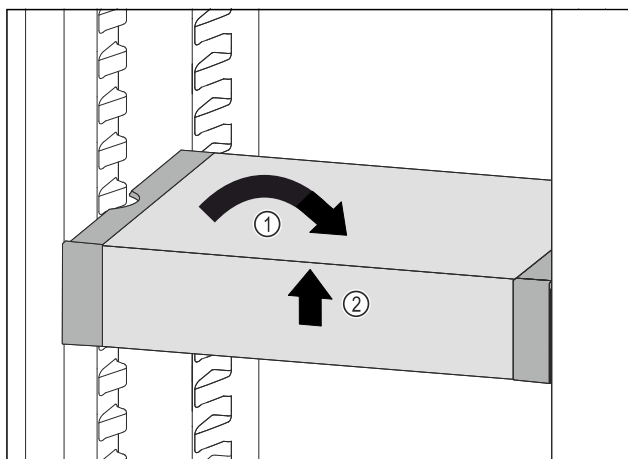

Fig. 115
- ▶ Remettre le VarioSafe droit. Fig. 115 (1)
- ▶ Soulever la partie avant du VarioSafe. Fig. 115 (2)